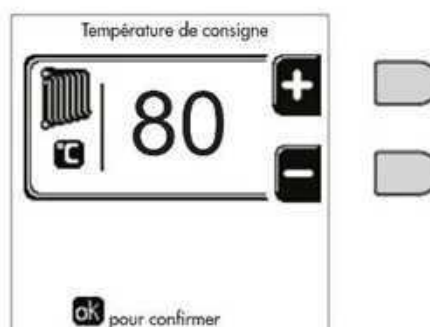

fig. 13
- **ON**. En cas de demande Chauffage/ECS, la chaudière fonctionne à la Température de Réglage Chauffage/ECS (fig. 13/fig. 15) réglée.
- **🔥** En cas de demande de Chauffage/ECS, la chaudière fonctionne en Température de réglage réduite. La température réduite est obtenue en soustrayant la valeur de la température de réglage réduite (fig. 14/fig. 16) de la température de réglage du chauffage/ECS (fig. 13/fig. 15) définie.